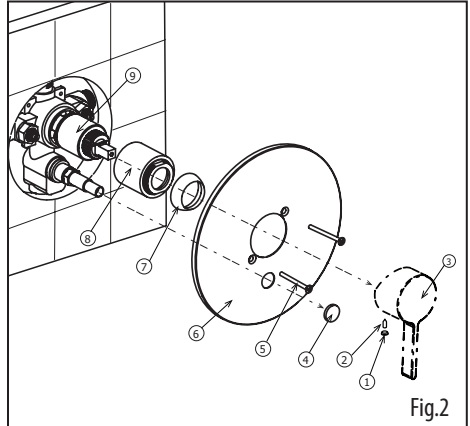

Fig.2
To service the cartridge (9), unscrew (with a wrench) the cartridge holder (8) and pull the cartridge out (Fig.2).
*Pour retirer la cartouche (9), démonter le manchon de la valve (8) avec une clé à molette (Fig.2).*
*Procéder au nettoyage de la cartouche en la plongeant dans un mélange de l'eau et de vinaigre. Si nécessaire, introduire une nouvelle cartouche et revisser le manchon de la valve SANS TROP SERRER (8).*